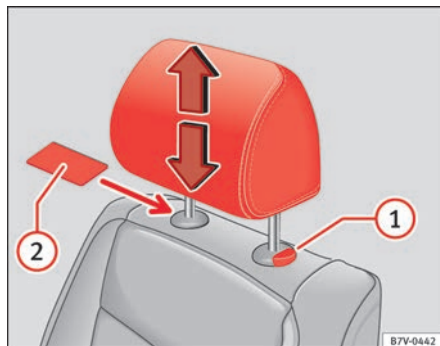

Fig. 86 Desmontar el apoyacabezas delantero.
- Desbloquee el apoyacabezas utilizando, si fuera necesario, un objeto plano como una tarjeta de plástico, y deslícelo entre el tapizado del respaldo y la tapa de la varilla-guía del apoya cabezas ⇒ fig. 86 .